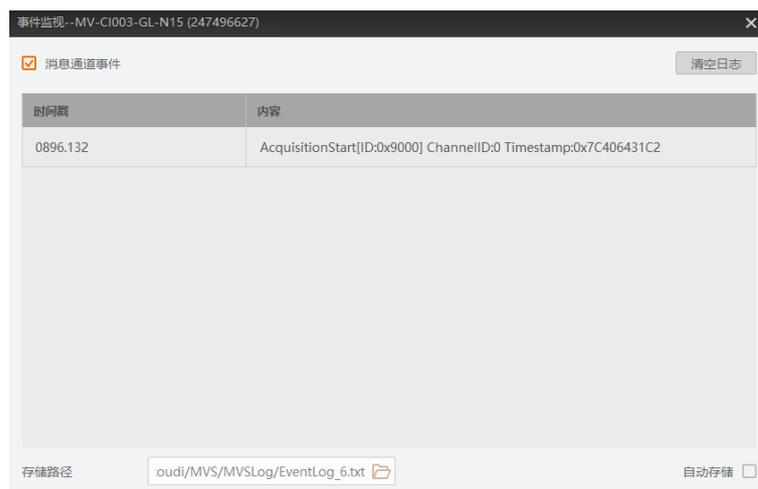

图7-13 事件监视界面
5. 相机开始预览后可以查看实时的事件信息，如图 7-13 所示。